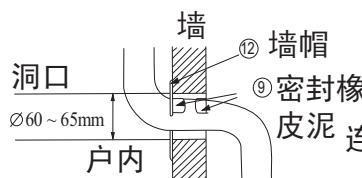

图29
- 2 用附件⑫墙帽及附件⑨密封橡皮泥来整理墙上的洞，如图29、图30。